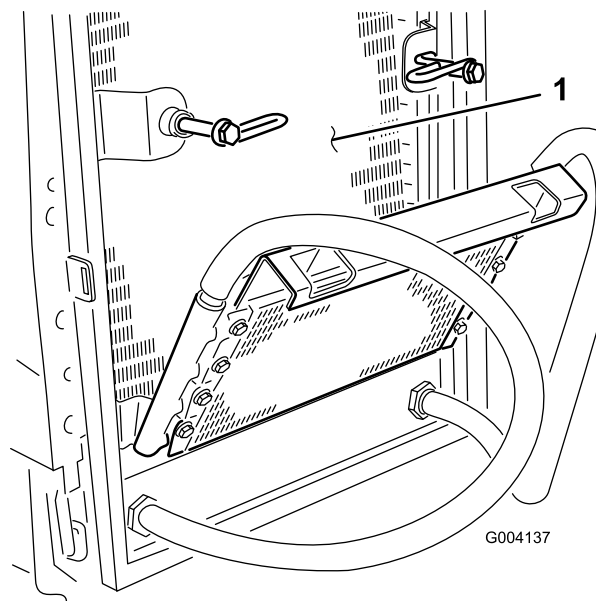

Figura 62
6. Limpe os dois lados do dispositivo de arrefecimento de óleo e o radiador (Figura 62) com ar comprimido.